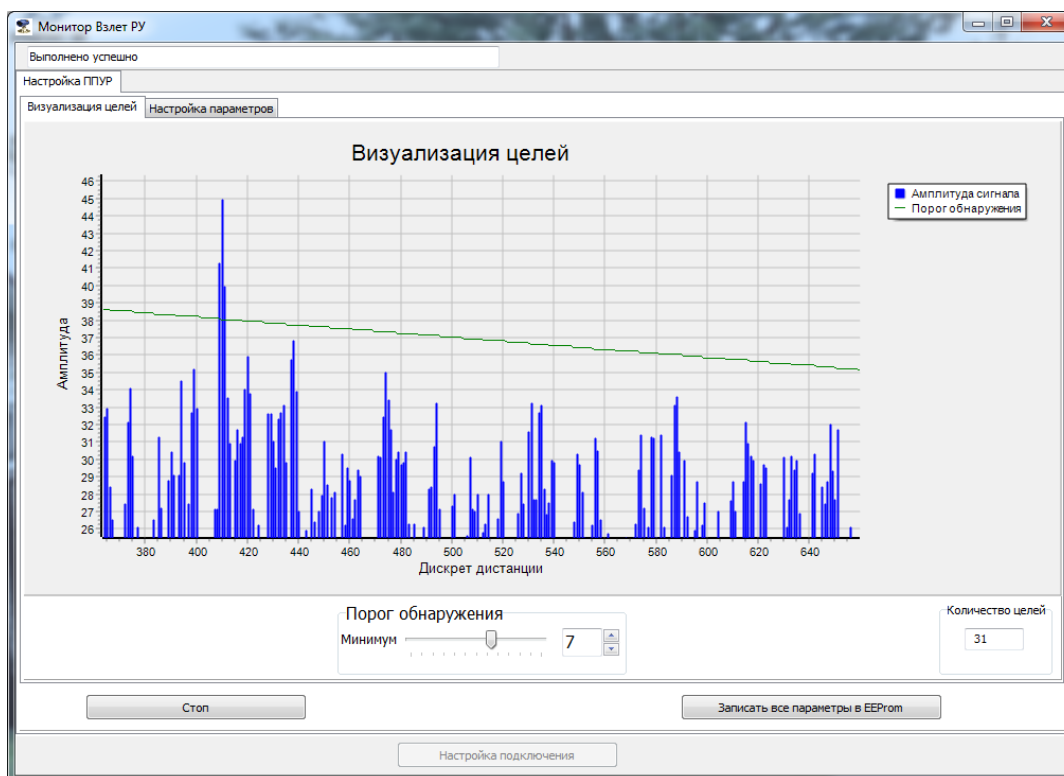

Рис.25. Приближение сигнала «шумовой дорожки».
5.7.4. Вращением скролла «мышки» можно приблизить картинку шумовой дорожки (рис.25) для более точной оценки измеряемой дистанции до объекта.